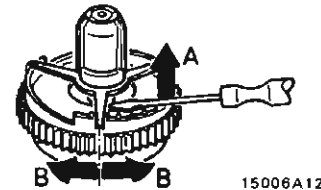

Fig. 8
- De opspoelfrikctie is instelbaar door het verdraaien van de drukveer op de opspoelfrikctie (Fig. 8). (Iedere stap is ongeveer 10 gfc).